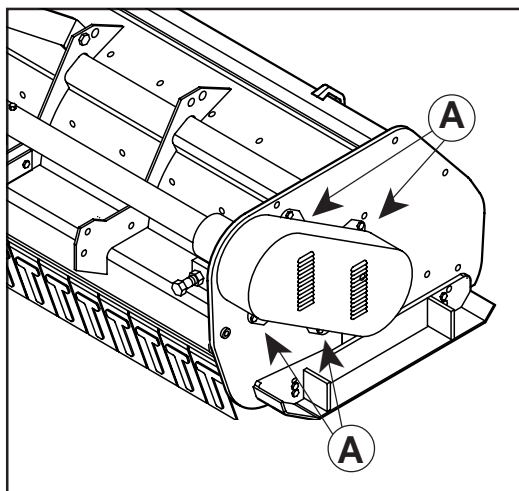

Fig. 13
- Remove the bolts that fix the protective casing (A Fig. 13). Open the casing by pulling it outwards.
- Remount the casing and fix it in place with the previously removed bolts (Fig. 13).
- Die Schrauben entfernen, die das Schutzgehäuse (A, Abb. 13) befestigen, das Gehäuse öffnen, indem man es nach außen zieht.
- Das Gehäuse wieder montieren und mit den zuvor entfernten Schrauben befestigen (Abb. 13).
- Oter les vis de fixation du carter de protection (A fig. 13), ouvrir le carter en le tirant vers l'extérieur;
- Remonter le carter, en le fixant au moyen des vis enlevées précédemment (Fig. 13).
- Quitar los tornillos que fijan el cárter de protección (A Fig. 13); abrir el cárter, tirando de él hacia el exterior.
- Volver a montar el cárter, fijándolo con los correspondientes tornillos (Fig. 13).